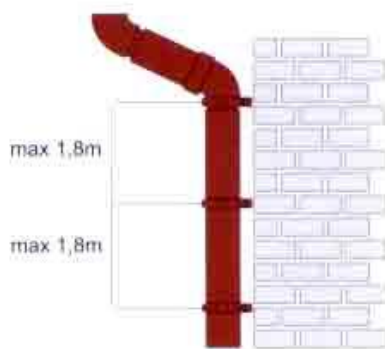

Рис. 6
- 3.4. Хомуты крепим на расстоянии, не превышающем 1,8 м. друг от друга (см. рис. 6), у каждой трубы жестко фиксировать только один хомут, второй хомут является лишь направляющим.